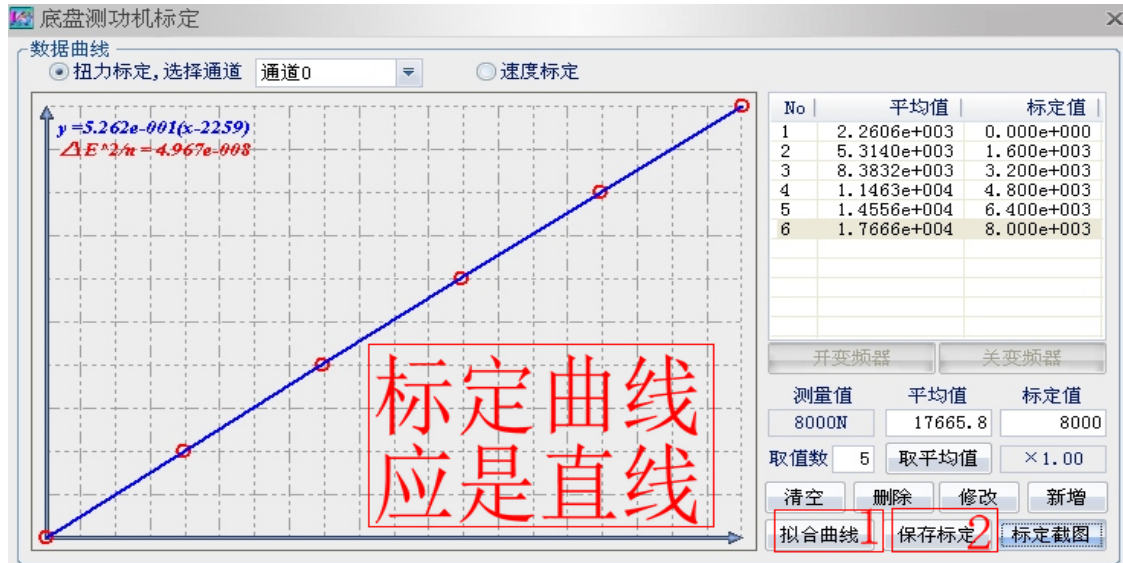

图 4.15
(7)、参考步骤(6)，继续往砝码盘放上 40Kg、60Kg、80Kg 和 100Kg 砝码，分别对各点进行“取平均值”与“新增”（此时标定曲线应是一条直线，如果标定曲线不是直线，则重新标定），然后点击“拟合曲线”与“保存标定”（见图 4.15），将扭力标定数据写入单片机中，完成扭力标定。